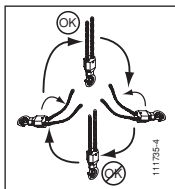

Fig. 4
2. Verificar que la cadena de elevación no ha sufrido torsión al ser colocada, en particular para la versión de 2 ramales (ver la fig. 4).